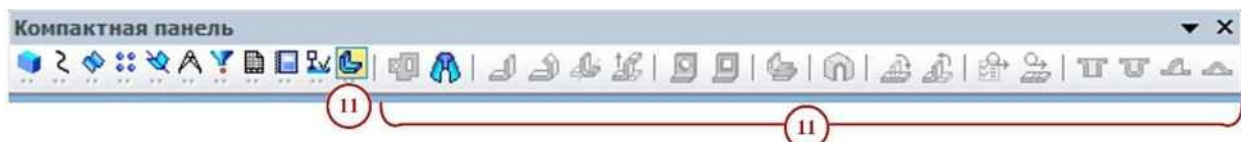

Рисунок 15 Инструментальная панель Элементы листового тела
- кнопка вызова панели **Элементы листового тела 11**, рисунок 15, на которой расположены кнопки вызова команд построения листового тела и листовых элементов;